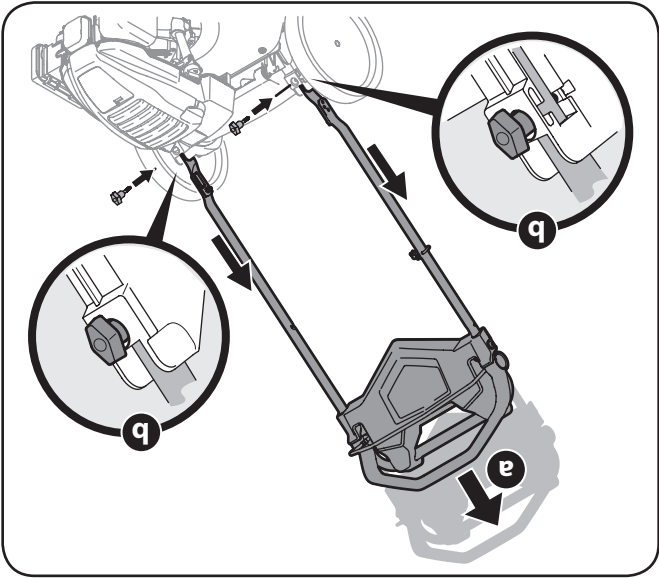
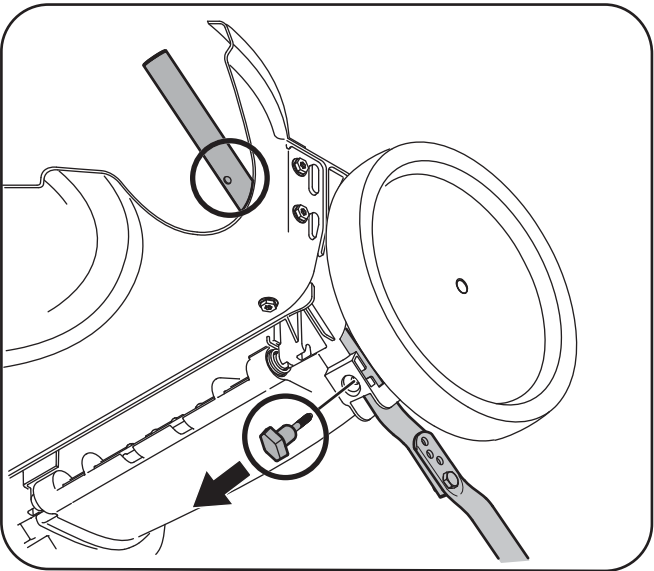

Figure 3-4
Figure 3-3
- a. Relevez le guidon 8 po jusqu'à ce que les trous du guidon inférieur (voir l'écclé de la Figure 3-3) s'alignent avec les trous des supports du guidon. Voir la Figure 3-4.
- b. Insérez les boulons à tête en T, enlevés au paragraphe 1b, dans les supports du guidon et dans le guidon inférieur et serrez à fond pour maintenir le guidon en place. Voir la Figure 3-4.
2. Retirez les boulons à tête en T des supports du guidon, comme la Figure 3-3.